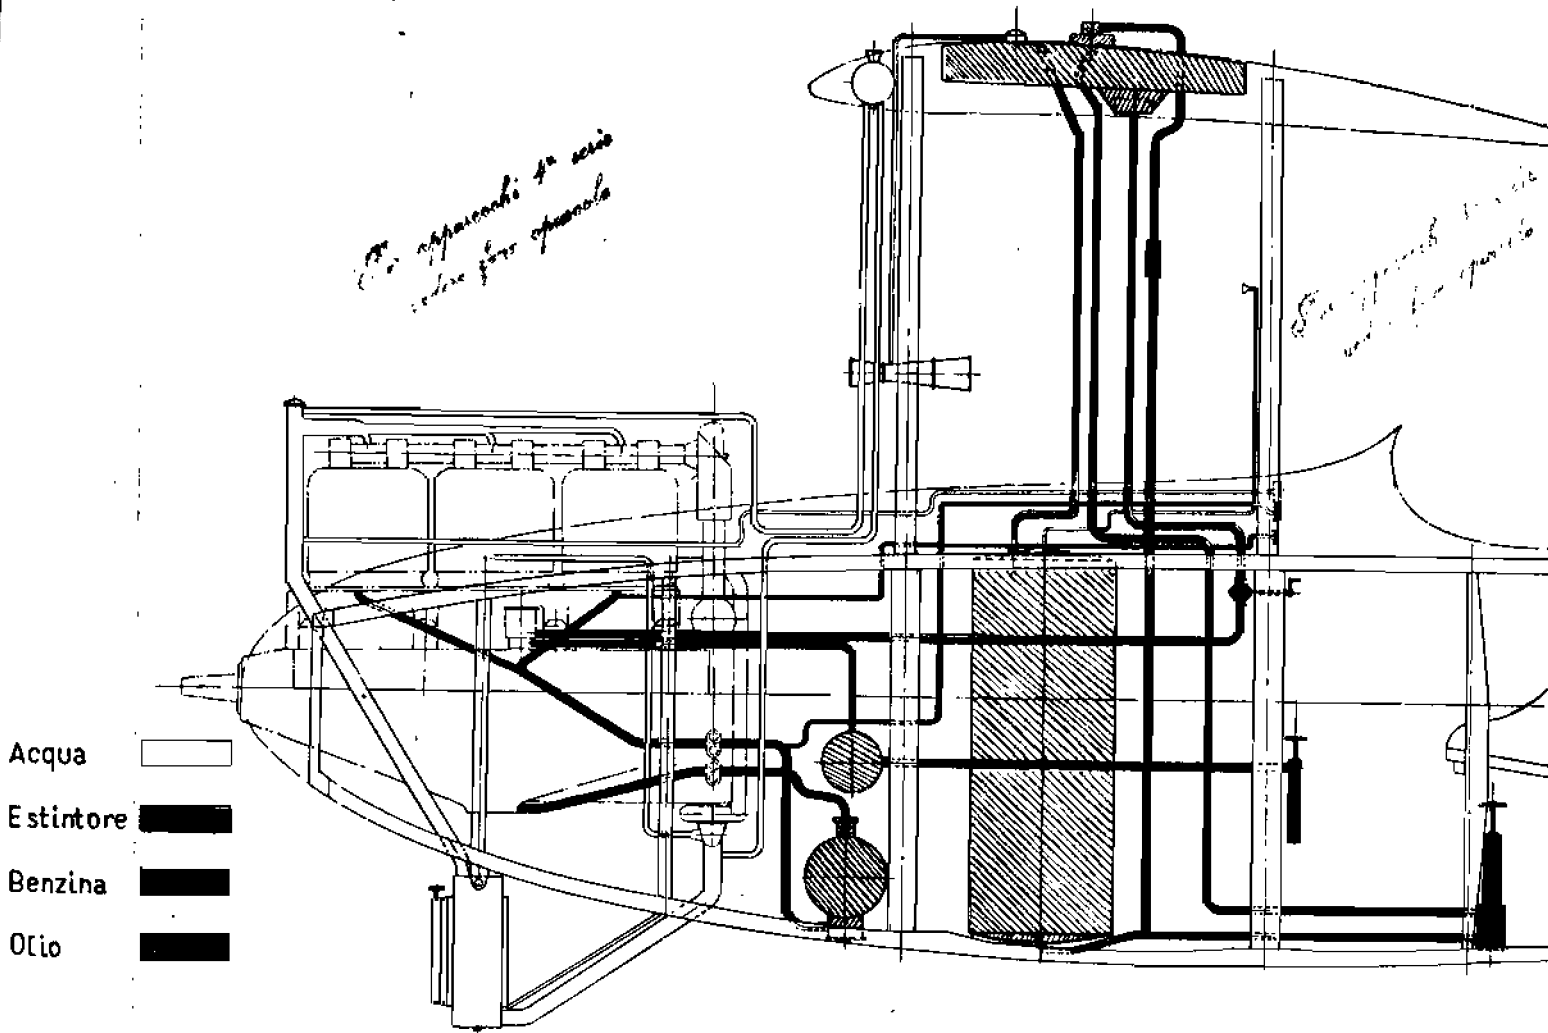

FIG. 17 - CIRCOLAZIONI
Dai due serbatoi, principali alloggiati in fusoliera, la benzina, aspirata da un alimentatore Weymann è inviata nella « nourrice » alloggiata nell'ala centrale. Un « viseur » inserito sul tubo di aspirazione segnala al pilota il funzionamento dell'alimentatore. Dalla « nourrice » la benzina scende per gravità ad alimentare il carburatore. (fig. 17).
c) della tubazione per l'anidride carbonica dalle capsule al serbatoio e della tubazione per il liquido dal serbatoio al carburatore. (fig. 17).